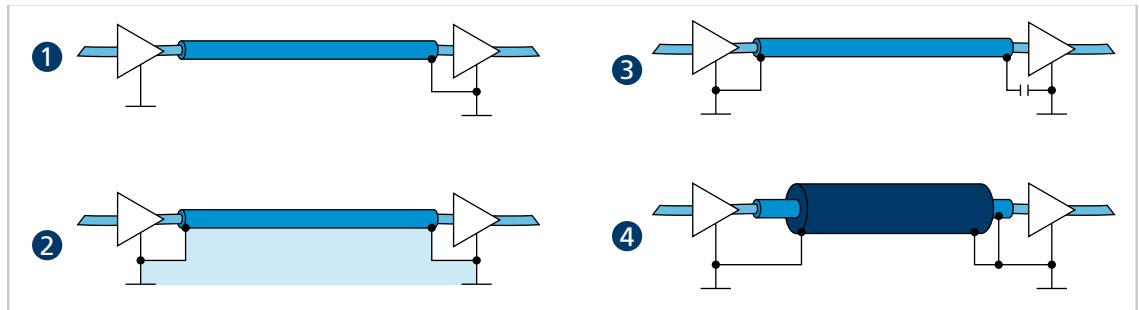

Abb. 22: Verschiedene Möglichkeiten der Schirmanbindung
- ▶ Die Motorphasen in einem Schirm, getrennt von den Sensor- oder Encodersignalen, führen und mindestens motorseitig auflegen (siehe 1 bzw. 2 in Abb. 22).
Optional können die Sensorsignale mit den Motorphasen in einem gemeinsamen Kabel/Isolationsschlauch unter Verwendung eines weiteren Außenschirmgeflechts geführt werden. Dieses Außenschirmgeflecht muss beidseitig aufgelegt werden (z. B. 4 in Abb. 22). Eine Lösung wie 2 in Abb. 22 ist für diese Konfiguration nicht in jedem Fall funktionsfähig. Falls dies durch Erdversatz nicht möglich ist, die HF-Verbindung über speziell geeignete Kondensatoren (z. B. Safety-Kondensatoren wie Y1/Y2/X1/X2, siehe 3 in Abb. 22) herstellen. Dabei den Schirm außer an Motoranschluss- und Controllerseite nicht mehrfach auflegen.